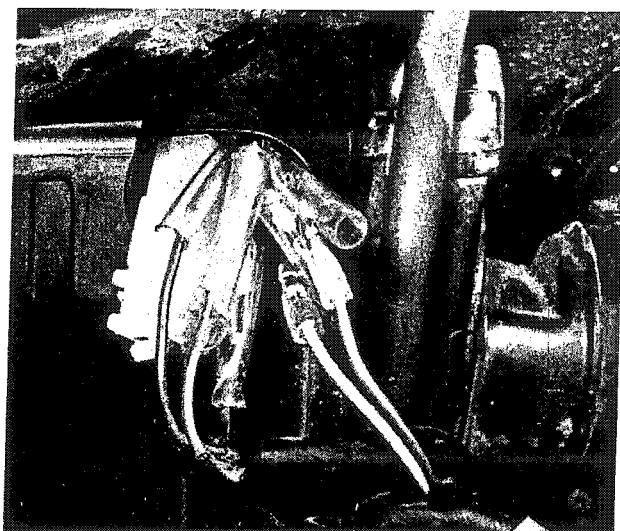
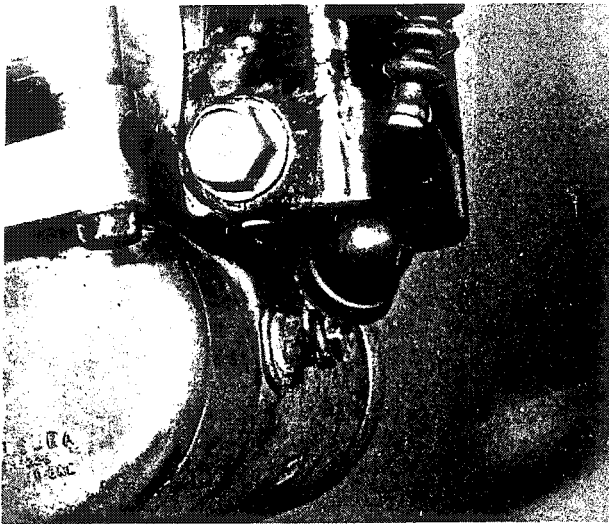

Bild 21
Bild 22
- Die elektrischen Verbindungen zur Lichtmaschine bei den beiden Vielfachsteckern und bei den beiden Flachsteckern lösen. Die Kabel vom Öldruckschalter und vom Leerlaufanzeigeschalter lösen (Bild 21). Die Gummikappe vom Anlasseranschluss abziehen und das Anlasserkabel abklemmen (Bild 22).